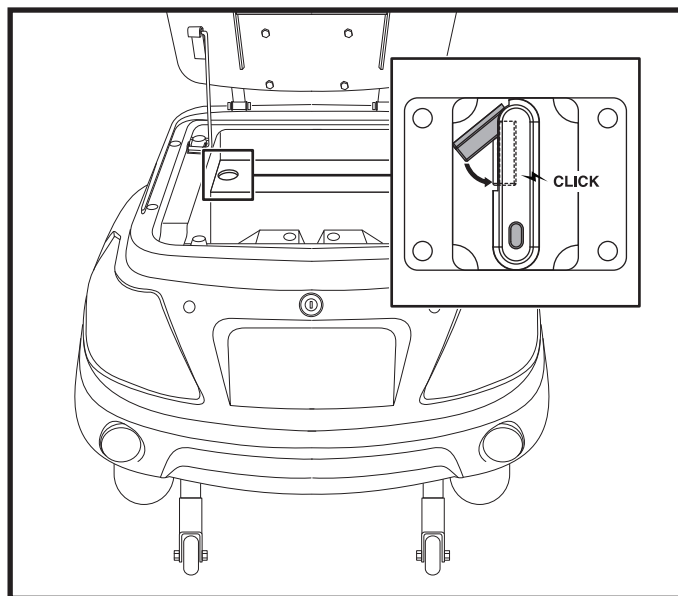

Figure 7. Bouton du disjoncteur principal
Lorsque les batteries sont faibles et que la demande est excessive (charge lourde ou pente forte) le disjoncteur peut se déclencher pour éviter d'endommager les composantes électroniques et le moteur. Lorsque le disjoncteur se déclenche, tout le système électrique s'arrête. **Voir la figure 7.**
- Localisez le point d'accès du disjoncteur dans le coin supérieur gauche du compartiment de rangement arrière. **Voir la figure 7.**